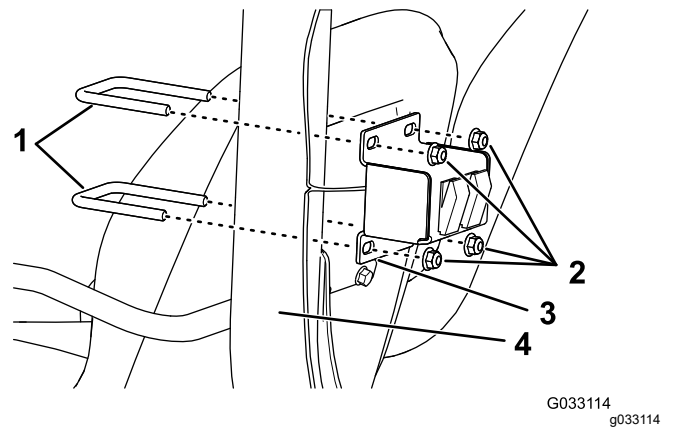

图 9
2. 对于 Multi Pro 5800 机器应如图 9 所示使用 2 个 U 形螺栓 $\frac{3}{8}$ x 2-15/16 x 3-1/16 英寸和 4 个凸缘锁紧螺母 $\frac{3}{8}$ 英寸将开关支架安装到 ROPS 组件的后侧。